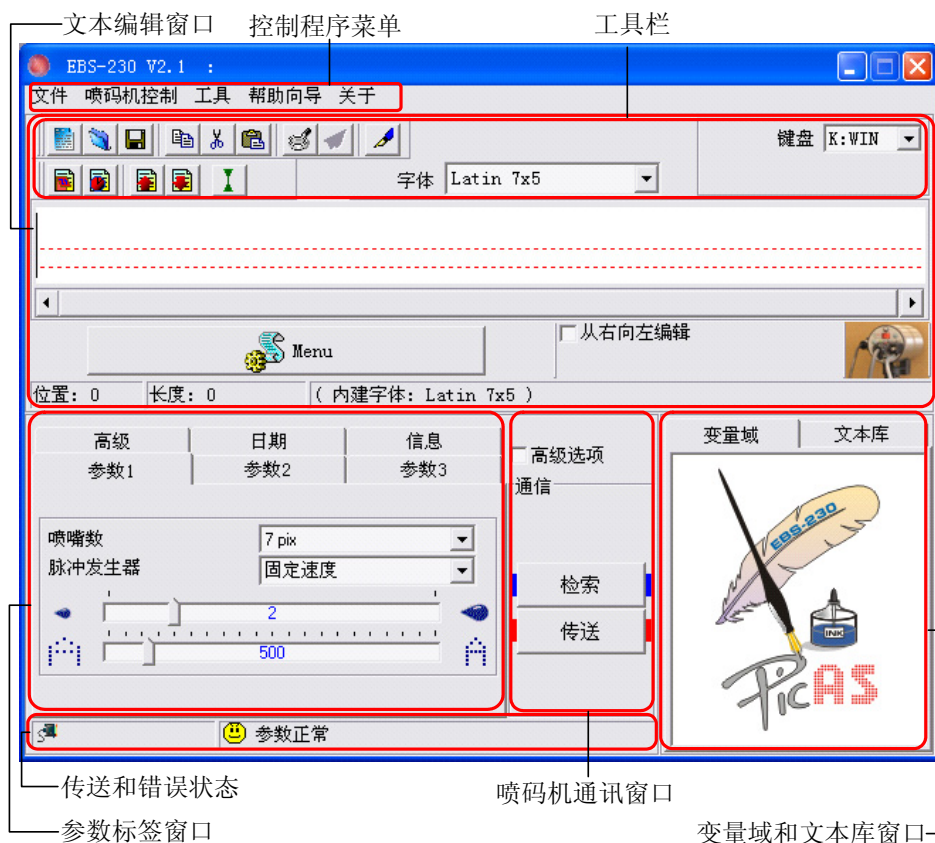

图3.3.1.1. 控制程序的主窗口
2. 将光标位置放在文件编辑行，点击鼠标右键（或菜单键），从展开的菜单中选择**字体**。然后从列表中选择字体类型，如：**Latin 16x10**。也可以选择文本编辑窗口（参见图 3.3.1.1），在工具栏上的**字体**列表下操作。喷印字体位于目录的上端，并注有的标志。